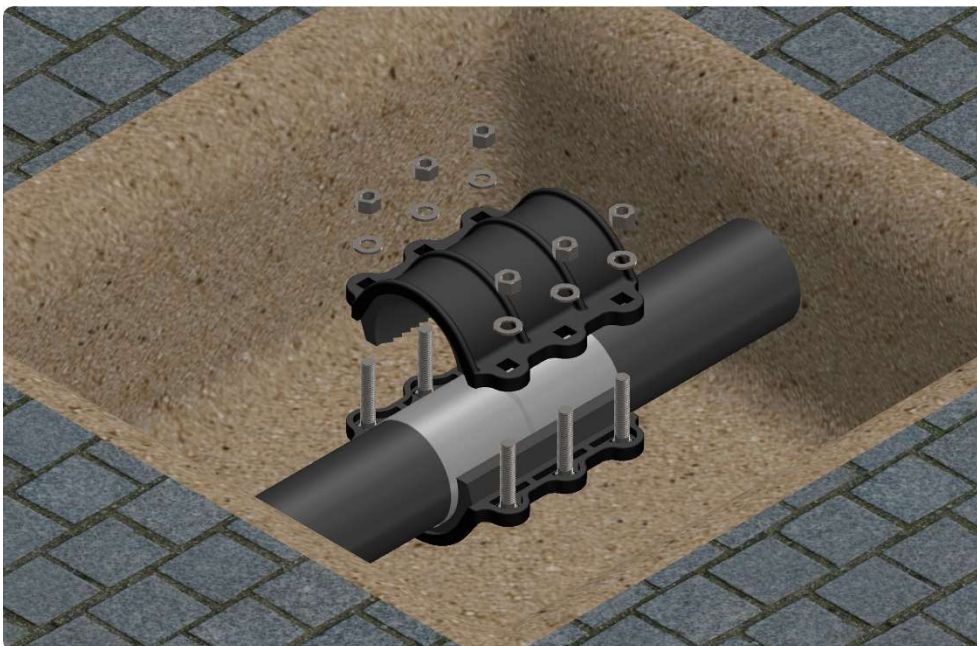

Bild 4 / figure 4
4. Die Muttern, Scheiben und obere Hälfte demontieren, die beiden Halbschalen wie abgebildet mittig an der Schadensstelle auf das Rohr aufsetzen, abschließend Scheiben und Muttern montieren (Bild 4).
4. Dismantle nuts, washers and top part, place the two shells centred on the damaged section as illustrated on the pipe, finally apply washers and nuts (figure 4).